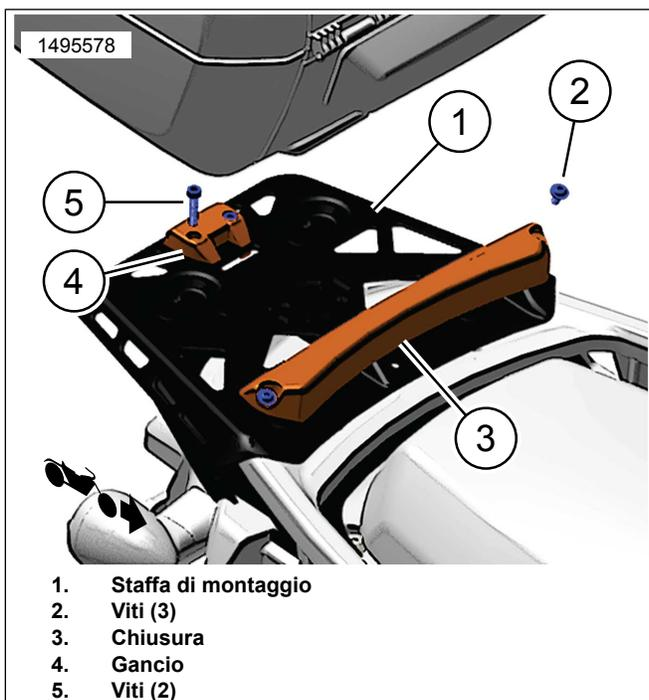
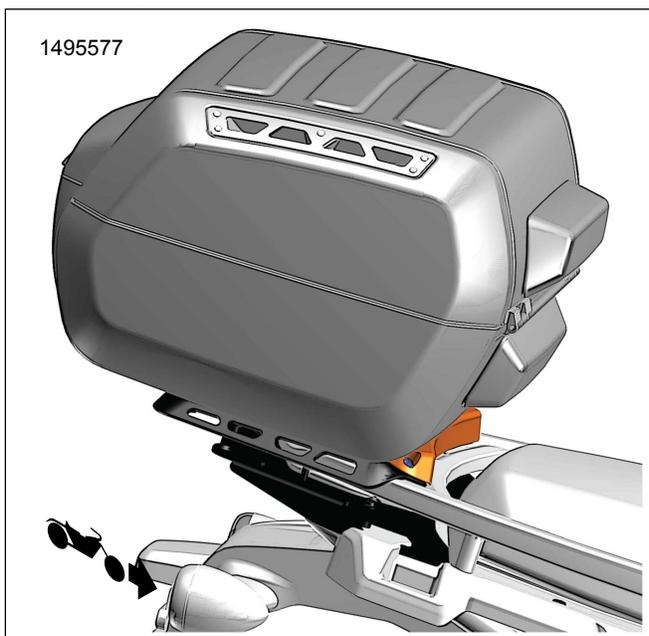

Figura 13. Kit di montaggio (53000812)
Figura 14. Installazione custodia superiore
1. Figura 13 Installare il kit di montaggio sulla staffa di montaggio.
- a. Installare il fermo (3) con tre viti (2) nella parte anteriore della staffa di montaggio (1). Serrare.
3. Vedere Figura 13 e Figura 14 . Far scorrere la custodia superiore fino al fermo anteriore (3), scendere fino a quando non fa clic nel gancio posteriore (4).